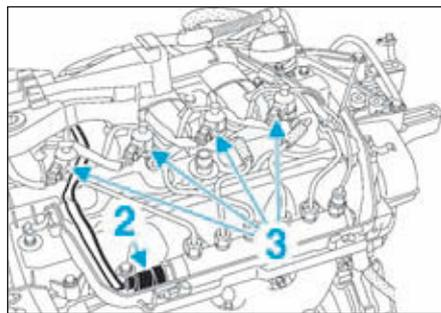

FIG. 156
- Débrancher les connecteurs (2) du capteur de pression de rampe d'injection et (3) des injecteurs (Fig.156).